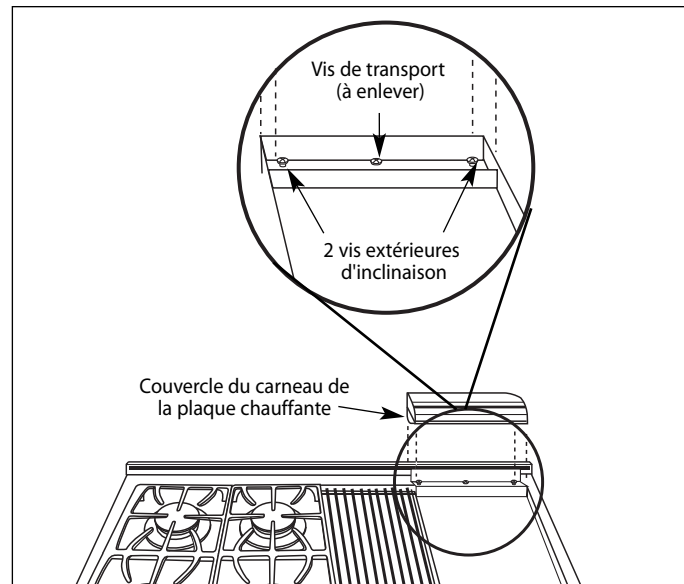

Fig. 2
- La table de cuisson professionnelle doit être transportée jusqu'à son emplacement final. Effectuez les branchements électriques et à gaz (pages 15 et 16) et installez le dossier (selon le besoin, pages 8 et 15) avant de placer la table de cuisson sur son emplacement final. Le gril et la plaque chauffante (le cas échéant) sont retenus à l'avant par des vis. Ils sont conçus pour être stationnaires et ne pas être retirés pendant le nettoyage. La plaque chauffante est retenue par deux vis d'inclinaison sous le couvercle de carneau arrière; celles-ci servent à ajuster l'inclinaison de la plaque. Pour accéder aux vis de réglage d'inclinaison, retirez le couvercle du carneau de la plaque chauffante en le soulevant. La vis centrale ne sert que durant le transport et doit être retirée (Fig. 2).